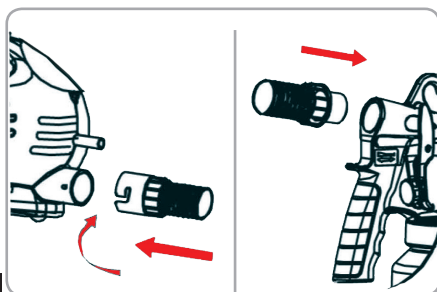

Fig.7
- Montați furtunul flexibil de aer. Introduceți furtunul de aer în conexiunea unității principale și mânerul pistolului de pulverizare (Fig7).